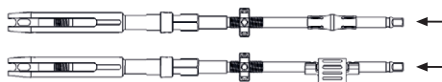

Fig. 12
- Introdurre congiuntamente nella camicia esterna FRI, vedere Fig. 12.